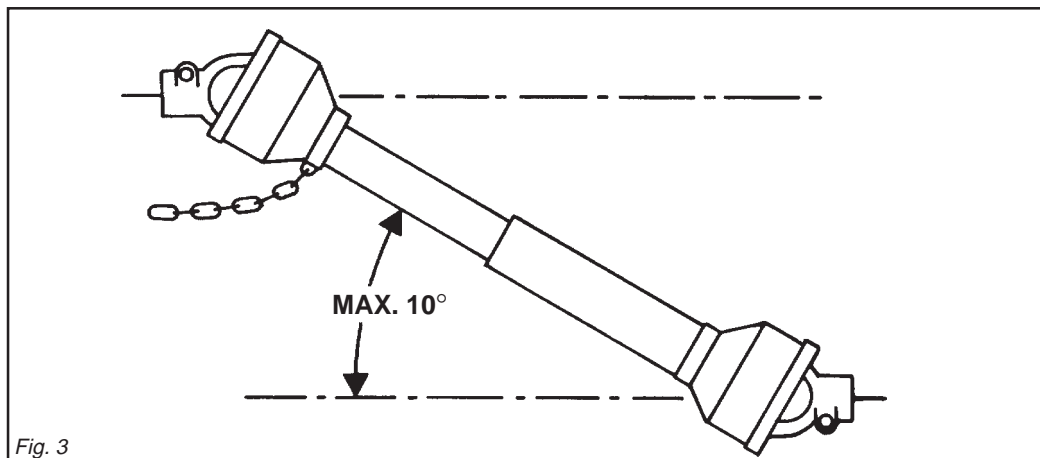

Fig. 3
- 39)** Disinserire, sempre, la presa di forza quando l'albero cardanico fa un angolo troppo aperto (mai oltre i 10 gradi - Fig. 3) e quando non viene usata.
- 39)** Always disengage the pto when the cardan shaft is set at an excessively open angle (never beyond 10 degrees - Fig. 3) and when it is not in use.
- 39)** Die Zapfwelle immer ausschalten, wenn die Gelenkwelle einen zu großen Winkel einnimmt (nie über 10 Grad - Abb. 3) und wenn sie nicht gebraucht wird.
- 39)** Débrayez toujours la prise de force quand l'angle de l'arbre à cardans est trop ouvert (jamais plus de 10 degrés Fig. 3) et lorsque vous ne devez pas l'utiliser.
- 39)** Desactivar, siempre, la toma de fuerza cuando el árbol cardánico hace un ángulo demasiado abierto (nunca superar los 10 grados - Fig. 3) y cuando no la usamos.